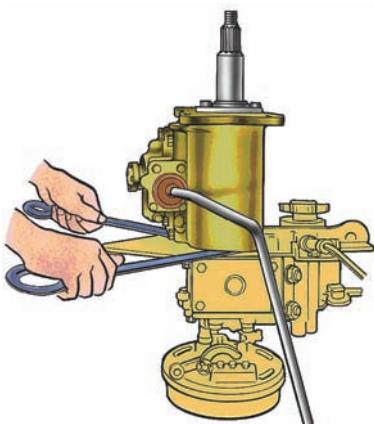

Рис. 3. Від'єднання коробки передач від роздавальної коробки
4. Піднімаючи коробку передач вгору, від'єднаєте її від роздавальної коробки (рис. 3).